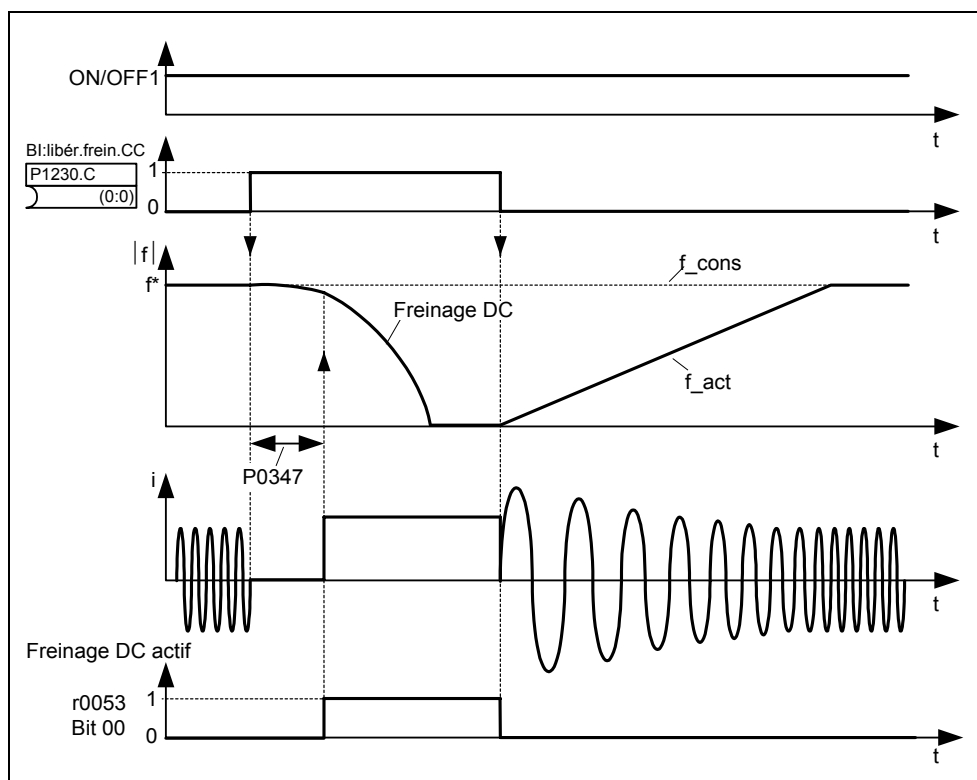

Figure 3-74 Freinage CC après une sélection externe
1. Déblocage et sélection par le paramètre FCOM P1230 (voir Figure 3-74)